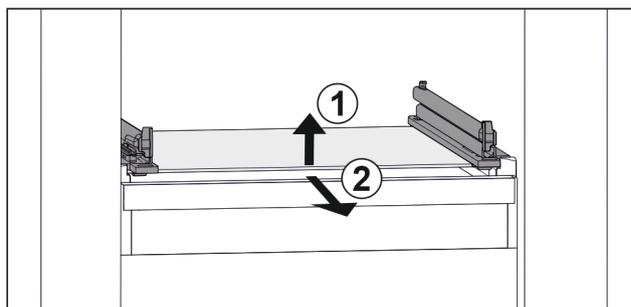

Fig. 139 Reprezentare exemplificativă a plăcii de sticlă
- ▶ Ridicați placa de sticlă din față. Fig. 139 (1)
- ▶ Extrageți placa de sticlă spre înainte. Fig. 139 (2)